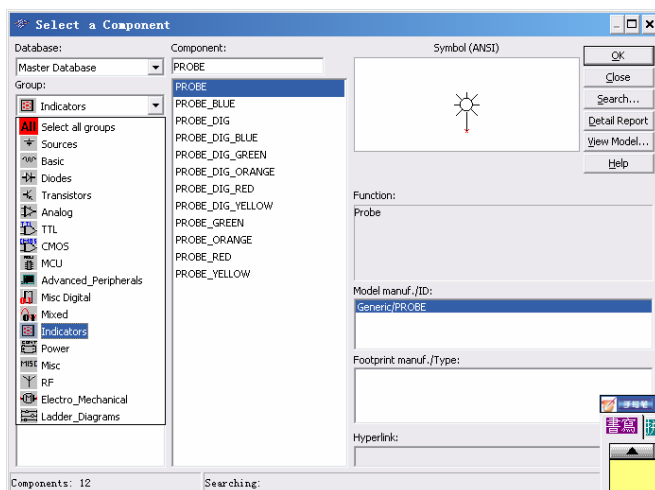

图 2-4 “Select a Component”对话框
选择“Place”→“Component”命令，系统弹出“Select a Component”对话框，或者在工作平台上单击鼠标右键，系统弹出一个菜单栏，选择“Place”→“Component”命令，系统弹出“Select a Component”对话框，如图 2-4 所示。
1) Group: Group 下拉菜单中罗列了如电源、TTL 等，共 17 个 Group。其中有 Indicators（指示器），选择 Indicators 并单击鼠标左键，如图 2-4 所示。